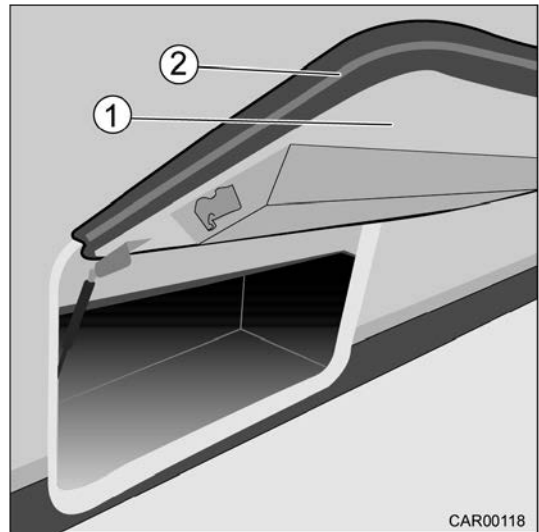

Fig. 51 Porte de soute
2. Tourner la manette un quart de tour dans le sens anti-horaire. La porte de soute (Fig. 51/1) s'ouvre.
1. Rabattre la soute (Fig. 51/1) en la tenant au bord extérieur (Fig. 51/2).